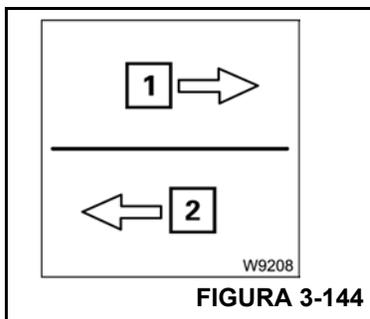

FIGURA 3-144
- La flecha (1, Figura 3-144) del sentido de telescopización indicado destella si mueve la palanca de control en el sentido incorrecto.
- Si mueve la palanca de control en el sentido correcto, el ECOS telescopiza la pluma automáticamente hasta que se tenga que cambiar el sentido. Luego se indica la flecha (2) de nuevo sentido de telescopización, por ejemplo, retraer.